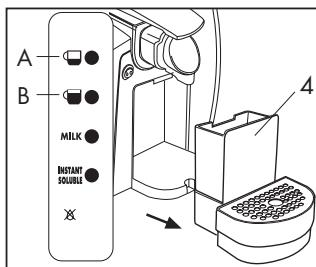

Fig. 17
• Si les voyants de distribution courte ☐ (A) et distribution longue ☑ (B) clignotent, cela signifie que 14 capsules ont été utilisées et le tiroir porte-capsules (4) est plein. Dans ce cas la distribution n'a pas lieu.
Extraire le porte-capsules (4) le vider et le rincer (**Fig. 17**).